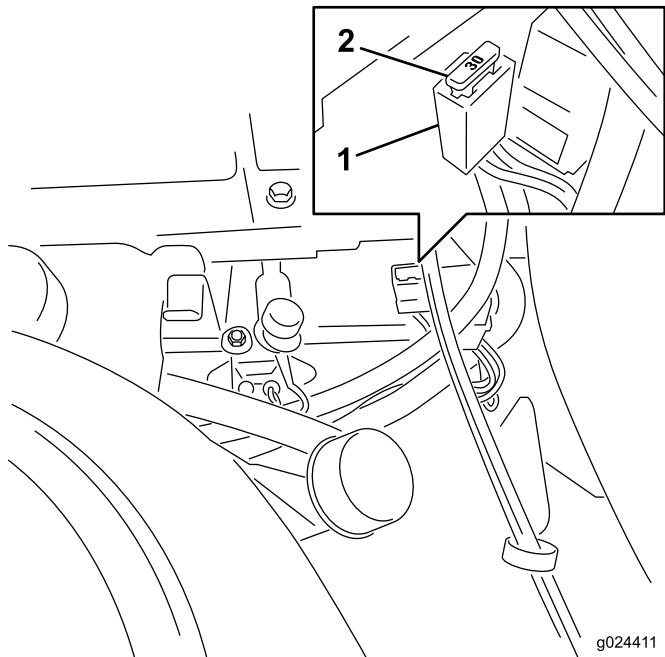

Figure 43
4. Placez un fusible devant la fente du porte-fusibles (Figure 43).
5. Poussez le fusible dans le porte-fusibles jusqu'à ce qu'il soit complètement engagé (Figure 43).